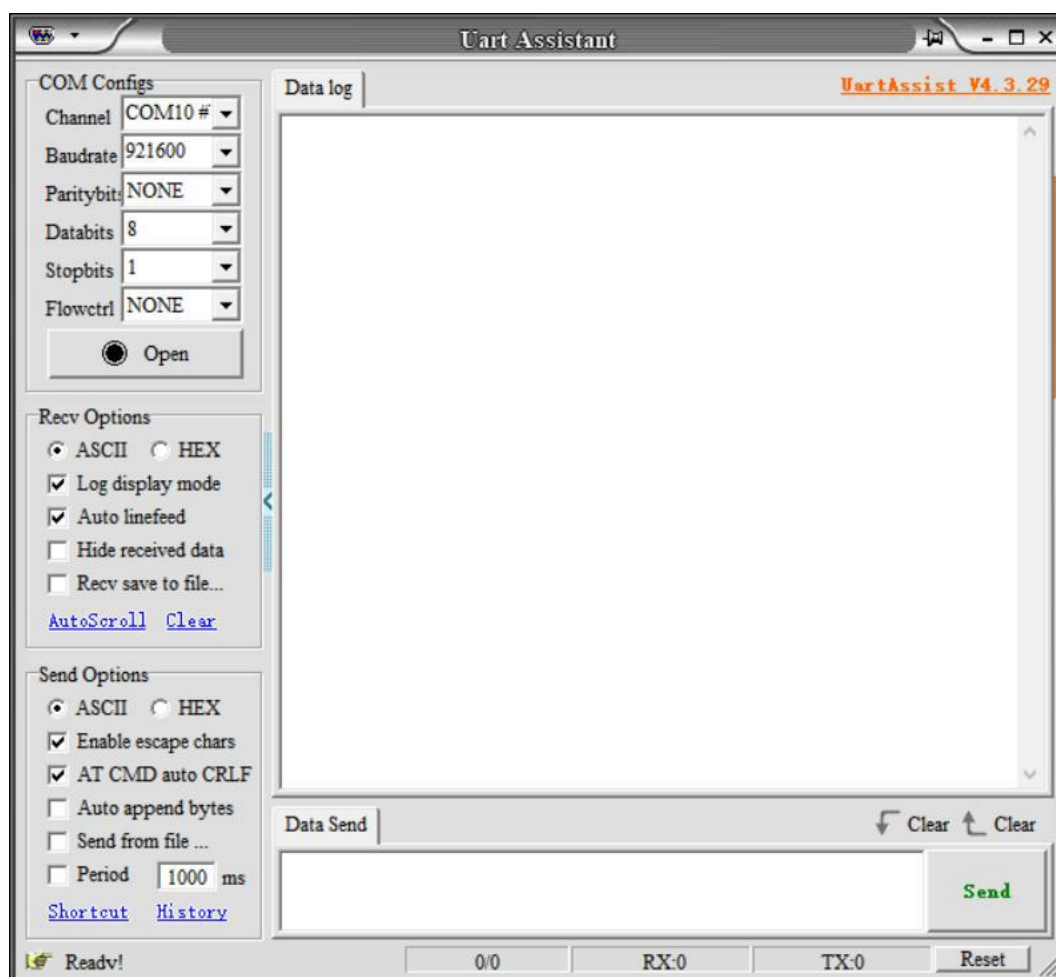

图 45. 打开的软件界面
- (1) 请用 USB 线连接 OE8101 的 USB 插口跟电脑上的任一 USB 插口。
- (2) 电脑会自动识别到 USB 设备，然后提示安装驱动程序。如果电脑操作系统为 WIN 7/8/8.1/10 系统，系统一般就会自动在网络上搜索驱动程序并自动安装，这个过程需要等待一段时间。如果安装失败（电脑没有连接网络会导致失败）就需要手动去安装 USB 的驱动。
- (3) 打开 U 盘文件中串口调试工具文件夹，双击 UartAssist.exe 文件，弹出软件界面如图 45：